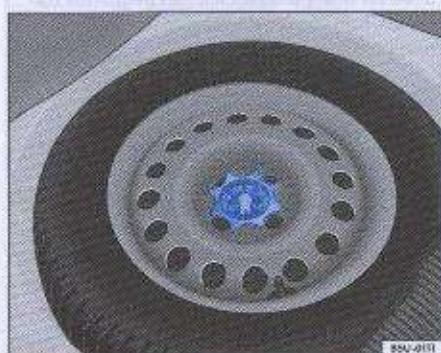

Fig. 124 Rueda de auxilio y acceso a la caja de herramientas
- Suelte y retire totalmente la manija en el centro de la rueda de auxilio → fig. 124, girándola en el sentido antihorario.
- Suelte y retire totalmente la manija en el centro de la rueda de auxilio → página 194, fig. 124, girándola en el sentido antihorario.